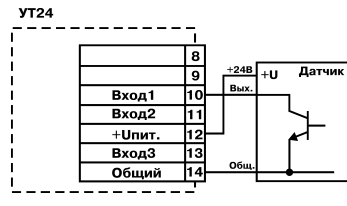

Рис. 11
- активные датчики, имеющие на выходе транзистор *n-p-n*-типа с открытым коллекторным выходом. Для питания таких датчиков на клеммник прибора выведено напряжение +24...+30 В (максимальный ток нагрузки 100 мА) (рис. 11);